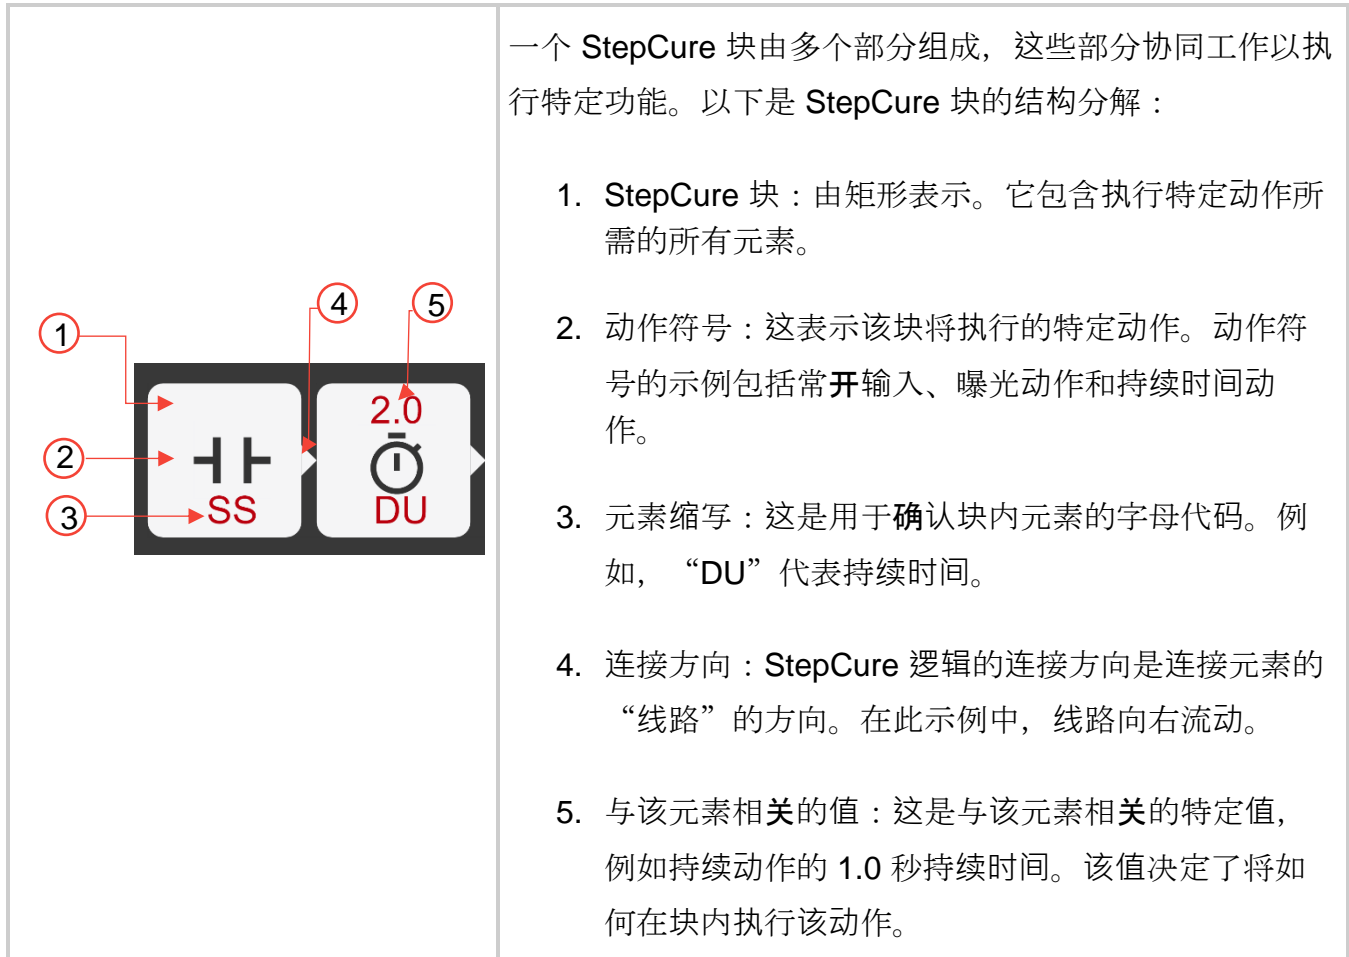

图 11-3 StepCure 块的结构
参见图 11-3 StepCure 块的结构 (4) 了解更多详情。